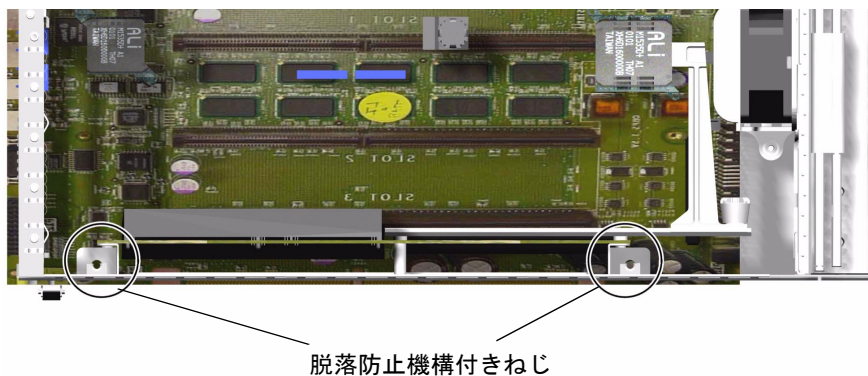

図 1-27 PCI ライザーカードのねじの位置
4. PCI ライザーカードをシステムボードに固定している 2 本の脱落防止機構付きねじを緩めます。詳細は、図 1-27 を参照してください。